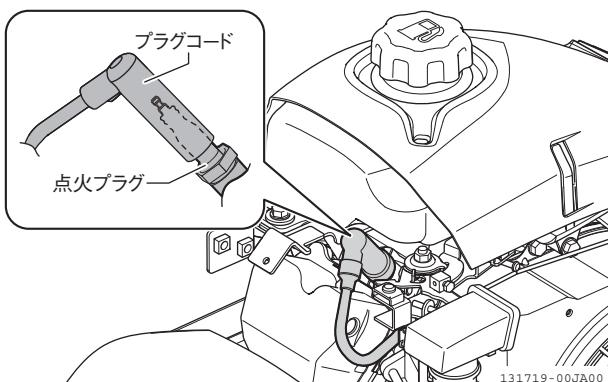

図 4-35 交換のしかた
6. 点火プラグを元通りに取り付け、プラグコードを確実に差し込みます。 (図 4-35)